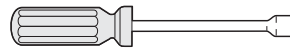

Fig. 6
- Tournevis à douille de 1/4 po et 5/16 po ou tournevis à tête plate (Fig. 6).